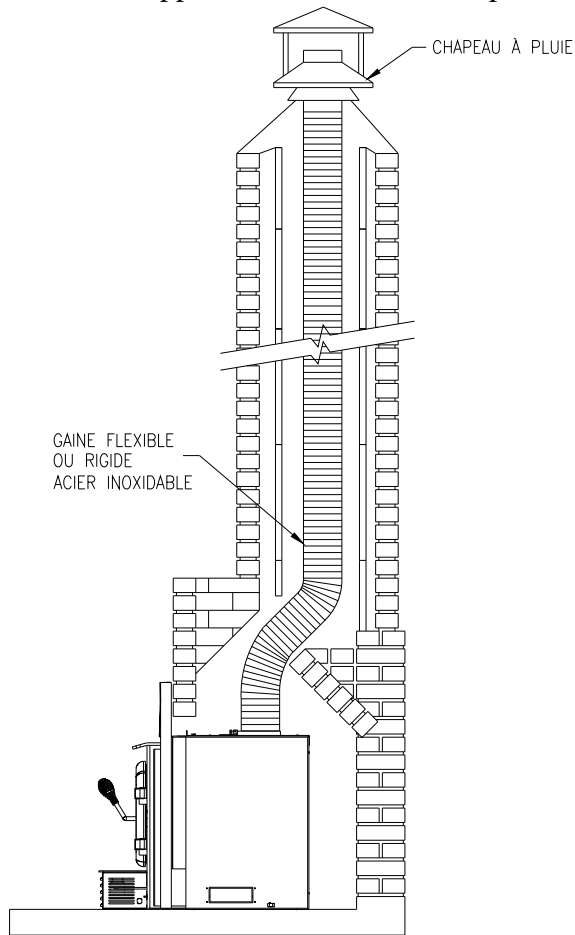
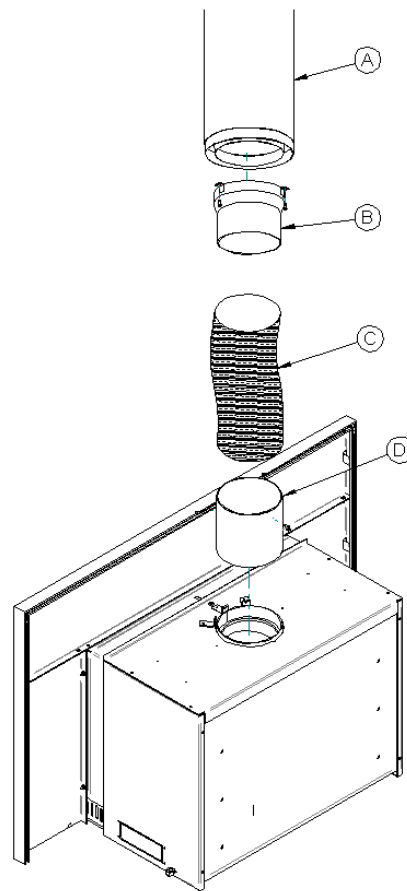

Figure 2.2
Figure 2.3
Le conduit de fumée est un élément vital au niveau d'une installation réussie. Votre poêle encastrable atteindra un rendement supérieur s'il est relié à une cheminée qui génère son propre tirage. Pour le conduit de cheminée, l'exigence minimum sera l'installation d'un raccord qui ira du poêle encastrable au premier boisseau du conduit de fumée de la cheminée (consultez la Figure 2.3). Si vous utilisez une cheminée de maçonnerie, il est important qu'elle soit construite conformément aux exigences du code du bâtiment. Elle doit être chemisée en briques réfractaires, en métal ou avec des tuiles en argile jointes entre elles avec un ciment réfractaire (les conduits circulaires sont les plus efficaces). Idéalement, le diamètre intérieur du conduit de la cheminée doit être identique à celui de la sortie de fumée de l’encastrable. Il est également possible d’installer une gaine qu’on reliera directement au poêle encastrable (consultez la Figure 2.2.) Une gaine en acier inoxydable de 152 mm (6") de diamètre qui va jusqu'au haut de la cheminée est le meilleur système possible. Cette doublure de cheminée procurera un rendement optimum et permettra de limiter les problèmes de tirage si fréquents dans les cheminées de grandes dimensions intérieures. Le poêle encastrable ne fonctionnera pas si la cheminée n'est pas étanche.
3. ***INSTALLATION DU RACCORD:*** Un raccord de conduit de fumée pourra donner un rendement acceptable, mais nous recommandons d'utiliser une doublure de cheminée en vue d'obtenir le meilleur rendement possible. Il faut aussi installer des raccords coulissants pour doublures continues. Utilisez des doublures de cheminée homologuées – UL1777, CAN/ULC-S635. Pour faire l'installation d'une gaine flexible jusqu'à votre première section de cheminée, fiez-vous à la figure 2.3 et suivez les étapes suivantes. En premier lieu, fixez un adaptateur de tuyau de poêle (B) sur la cheminée (A). Par la suite, fixez la gaine flexible (C) à l'adaptateur de tuyau de poêle (B). Ensuite, fixez la gaine flexible (C) sur l'adaptateur (D). Finalement, fixez l'adaptateur (D) sur la buse de l'appareil.